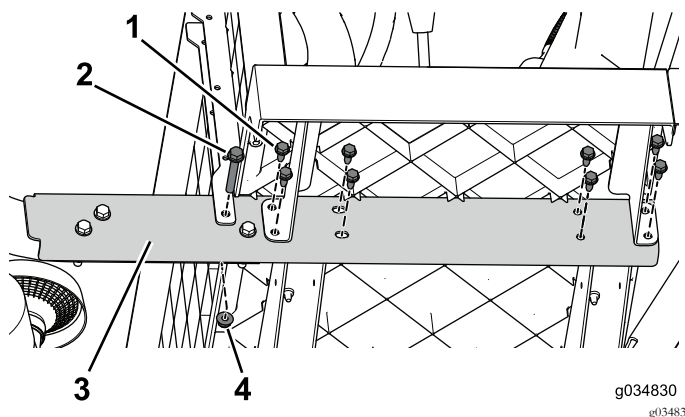

Figura 16
2. Retire los pernos con arandela prensada (3/8" x 2 1/2") y las tuercas que fijan el larguero a la máquina (Figura 16). Haga esto en ambos lados de la máquina.
3. Trabajando desde delante hacia atrás, retire los pernos con arandela prensada (5/16" x 3/4") que sujetan el larguero a la máquina (Figura 16). Haga esto en ambos lados de la máquina.